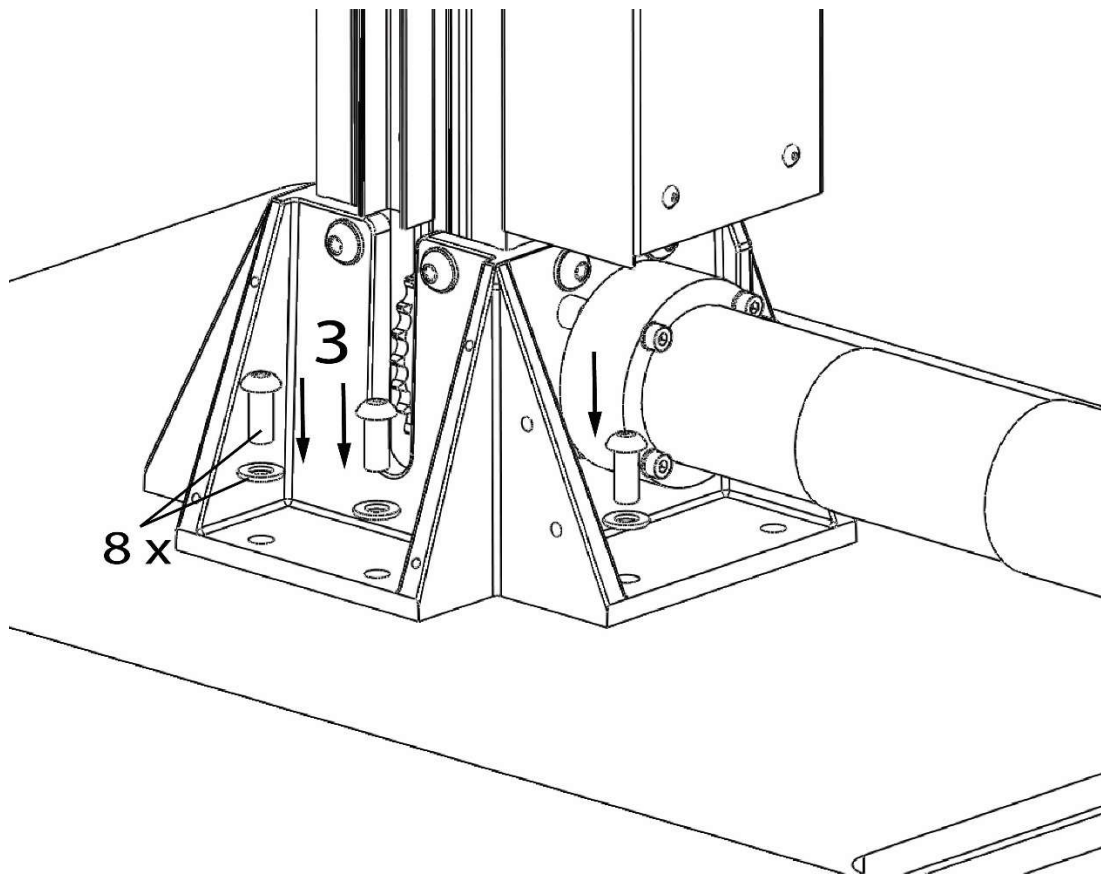

Figura 4: Installazione viti di fissaggio
9. Inserire 8 viti M8 con rondelle (sacchetto 2) e serrarle a 20 Nm con chiave T40 (figura 4).